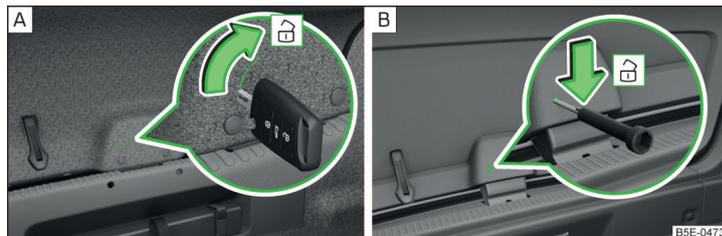

Abb. 215 Notentriegelung: Variante 1 / Variante 2
- › Den Fahrzeugschlüssel oder ein ähnliches Werkzeug in die Öffnung in der Verkleidung » Abb. 215 - **A** bis zum Anschlag stecken.
- › In die Öffnung in der Verkleidung » Abb. 215 - **[B]** einen Schraubendreher oder ein ähnliches Werkzeug bis zum Anschlag einführen.